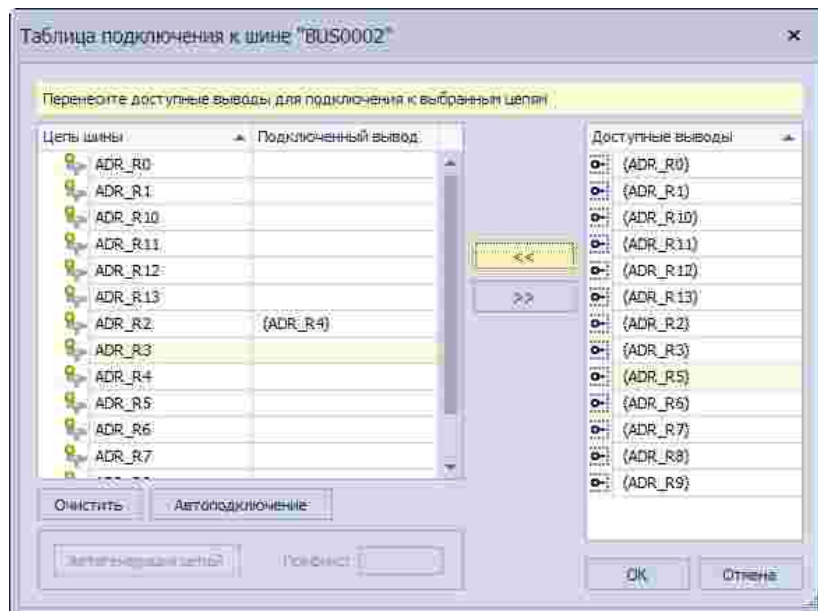

Рис. 169 Соответствие между цепью и контактом установлено
- Нажать на кнопку  «Добавить цепь», расположенную в центральной части окна. Будет установлено соответствие между контактом и цепью, см. Рис. 169.